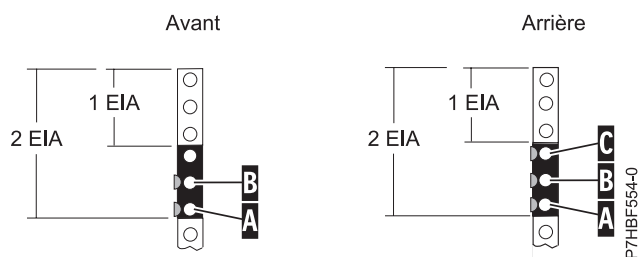

Figure 2. Marquage des trous sur l'avant et sur l'arrière du cadre de l'armoire
3. En commençant par le trou identifié par la marque (A), comptez un trou et placez la seconde marque (B). Marquez l'armoire de sorte que la marque reste visible de l'arrière de l'armoire, comme illustré dans la figure 2.
5. Lorsque vous êtes face à l'arrière de l'armoire et que vous travaillez sur le côté droit, repérez l'unité EIA inférieure utilisée par l'unité d'extension. Placez une marque à côté du trou inférieur de l'unité EIA (A).
6. En commençant par le trou identifié par la marque (A), comptez un trou et placez la seconde marque (B), comme illustré dans la figure 2.
7. En commençant par le trou identifié par la marque (B), comptez un trou et placez la troisième marque (C), comme illustré dans la figure 2.
Remarque : Les broches de fixation des glissières prennent en charge les modèles d'armoire à trous ronds ou carrés, comme illustré à la figure 2.